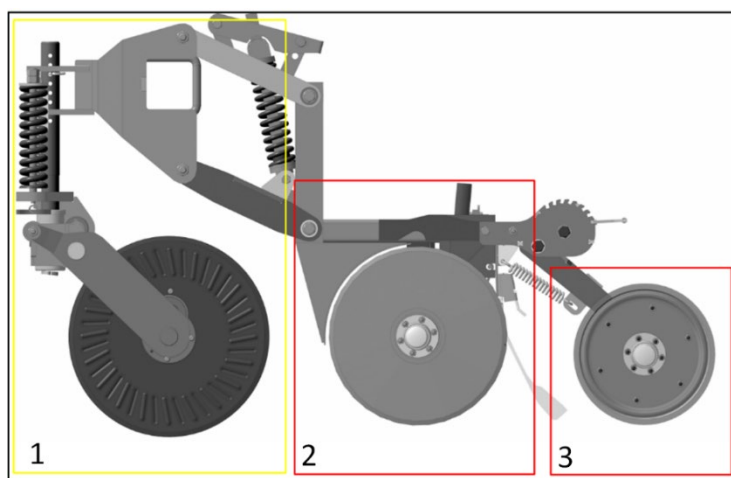

Рисунок 24 – Состав сошника в сборе:
Режущий диск (турбонож) (рисунок 24 (1)) производит нулевую обработку почвы. Он установлен жёстко по отношению к раме на отдельной стойке, непосредственно перед каждым сошником. Диск прорезает пожнивные остатки и слой почвы, образуя в земле борозду для сошника. Глубина прорезания диском почвы регулируется путём перемещения стойки турбоножа по вертикали.
Сошники с параллельными тягами (рисунок 24 (2)) установлены на раме ПК. Параллелограммный механизм позволяет легко копировать рельеф почвы каждым сошником, сохраняя при этом угол точки схождения дисков сошника относительно поверхности почвы. Двойные диски сошников расширяют борозду режущего диска, образуя посевную канавку. Трубка семяпровода, установленная между дисками, подаёт посевной материал в посевное ложе, где при помощи пакователя семян обеспечивается плотный контакт посевного материала с почвой. Силу прижима, необходимую сошнику для расширения борозды, обеспечивает масса ПК, которая воздействует на сошник через пружину механизма параллельных тяг. Регулировка этой пружины изменяет силу давления сошника.
Укрывающие колёса (рисунок 24 (3)) выполняют две важные функции. Во-первых, закрывают борозду, осыпая её края, и уплотняют её. Во-вторых, укрывающие колёса управляют глубиной заделки посевного материала. Чем выше укрывающее колесо движется относительно двойных дисков, тем глубже будет посев. Глубина сева регулируется перемещением упоров на каждом сошнике.